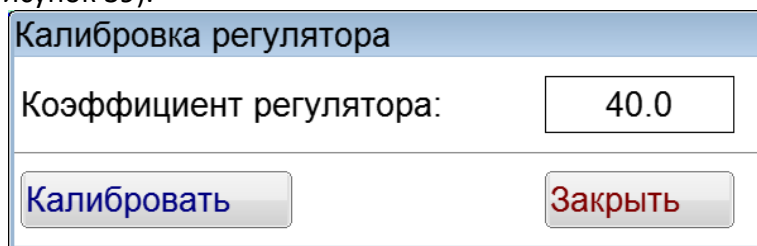

Рисунок 39 – Окно «Калибровка регулятора»
- 5.10.3 Нажать кнопку **[Калибровка регулятора]**, после чего откроется окно «Калибровка регулятора» (рисунок 39).